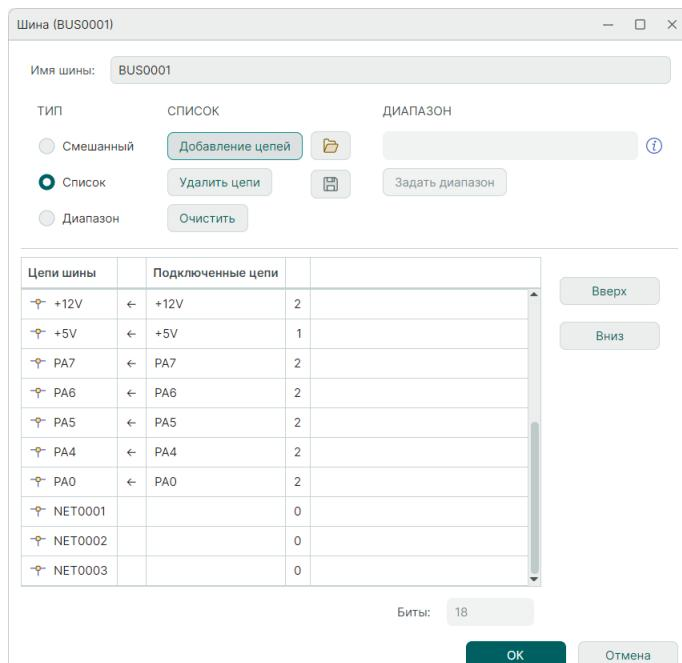

Рис. 172 Цепи, добавленные в шину через редактор списка цепей
5. Нажмите кнопку «OK», тем самым подтверждая добавление цепей в список цепей, подключенных к шине. Добавленные цепи будут отображаться в списке цепей, подключенных к шине, в окне редактора списка цепей, см. Рис. 172.